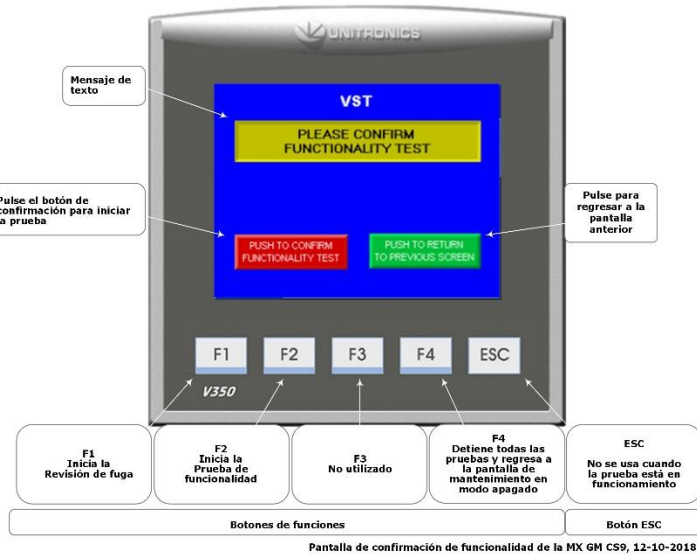

Figura 7-6: Botón de confirmación de la prueba de funcionalidad
3. Presione el botón Confirmar prueba de funcionamiento para confirmar que desea comenzar la prueba de funcionamiento. **Vea la Figura 7-6.**